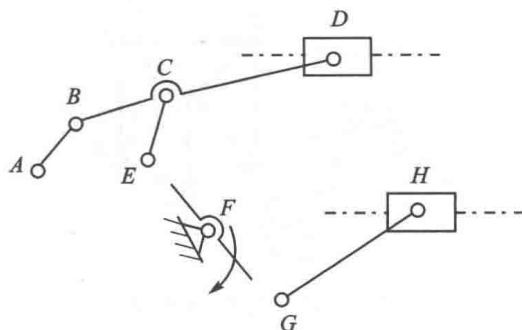

图 1-16 取构件 EFG 为原动件时机构的基本杆组分解图
③ 当取构件 EFG 为原动件时,机构的基本杆组图分解如图 1-16 所示。当取构件 EFG 杆为原动件时,除原动件与机架外,其余从动件可以分解为一个 II 级杆组和一个 III 级杆组,故此机构为 III 级机构。